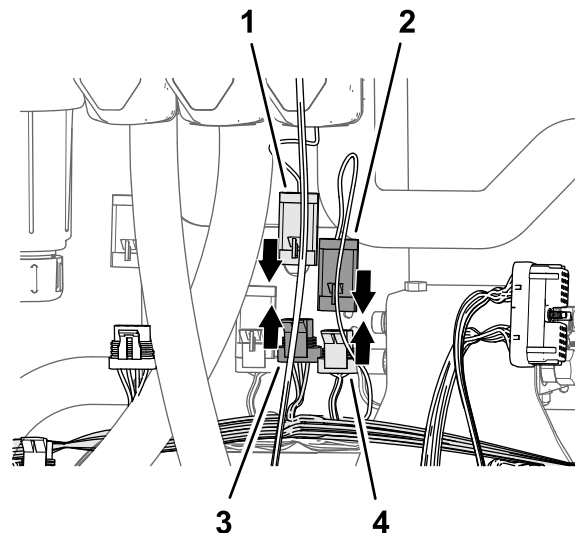

**Figure 85**
1. Branchez le connecteur à 3 douilles de la branche de 89 cm du faisceau étiquetée FLOW METER au connecteur à 3 broches du débitmètre (Figure 85).